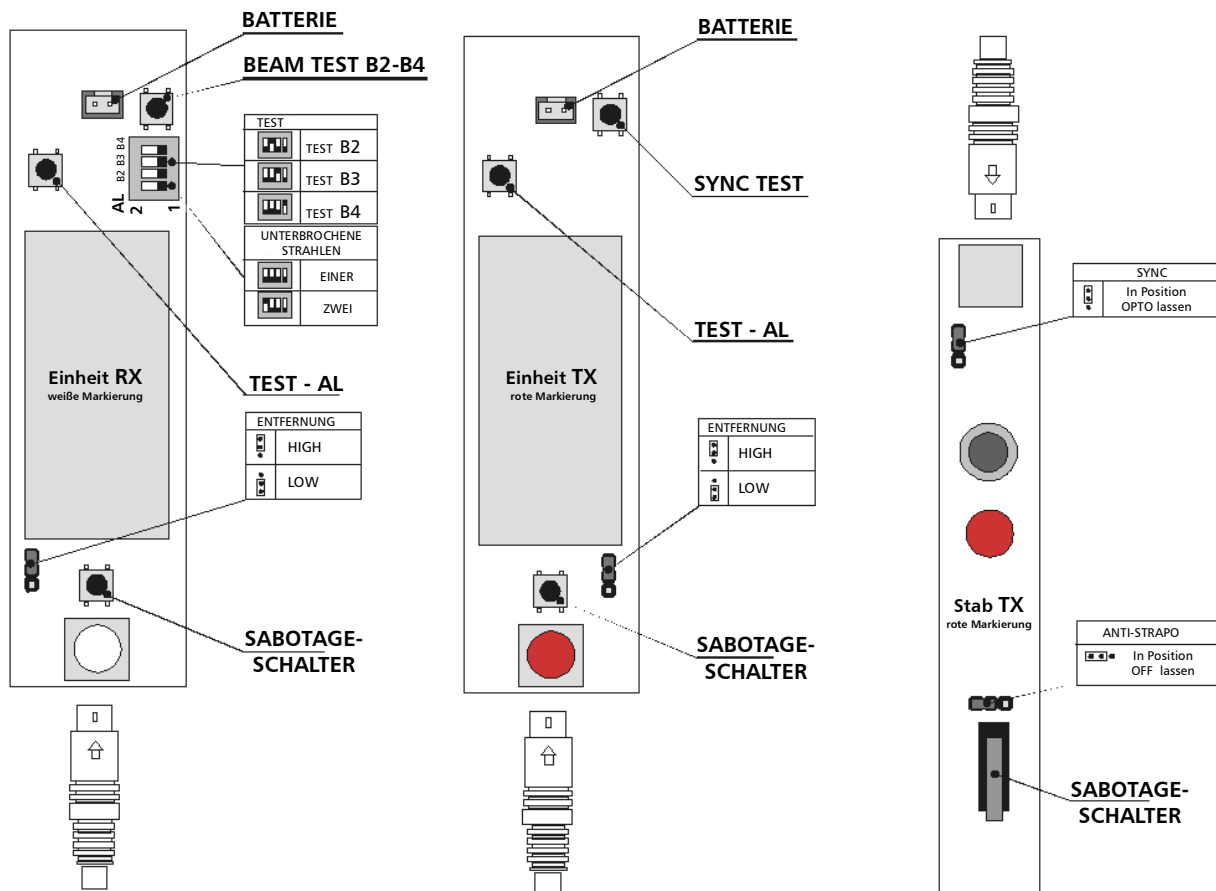

Abbildung 3
4. Je nach Entfernung zwischen den Stäben stellen Sie die Entfernungs-Brücken (RANGE, siehe Abb. 3) gemäß der folgenden Tabelle ein:
11. Für eine korrekte Funktion des Sabotageschalters, der in den Stäben eingebaut ist, prüfen Sie, ob die Brücke ANTI-STRAPU (siehe Abb. 3) sich in der Position OFF befindet. Sabotage der Einheit RX wird dem Alarmsystem als Sabotagealarm gemeldet,